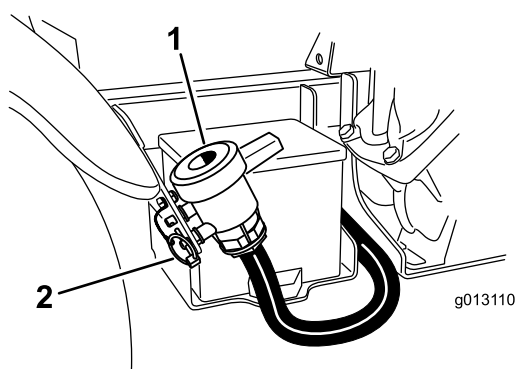

Figura 27
2. Localize a válvula de escoamento do depósito no lado direito da máquina (Figura 27). A válvula encontra-se no guarda-lamas próximo da bateria.